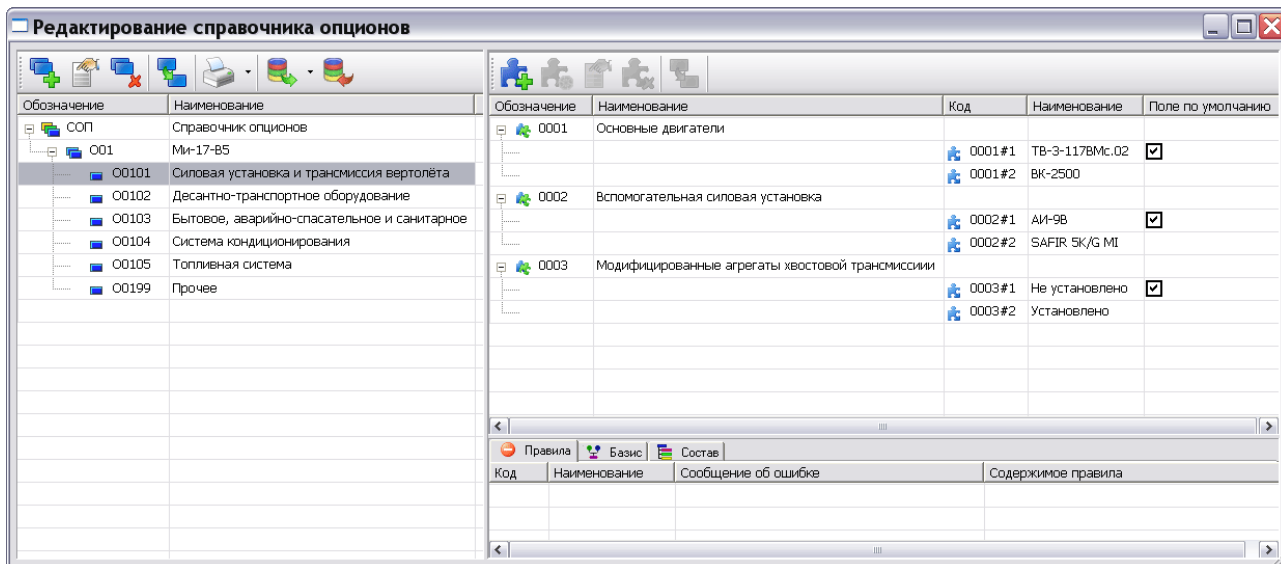

Рис. 20
9. Для подраздела справочника «Силовая установка и трансмиссия вертолѐта» добавьте другие опционы и их значения (Рис. 20).